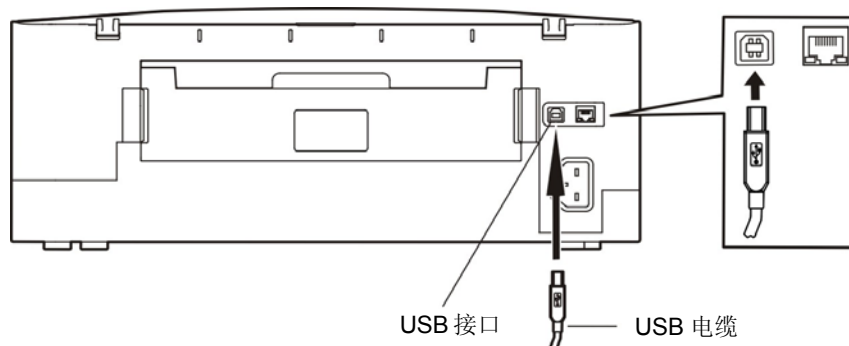
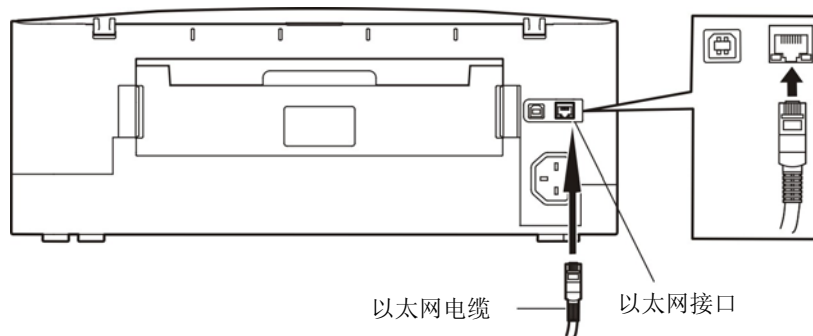

图 2-8 连接 USB 电缆
图 2-9 连接以太网电缆
本喷墨打印机可配置 USB 接口、以太网接口、Wi-Fi（产品的具体接口配置，以实物为准）。请根据需要，把喷墨打印机与计算机相连（如图 2-8 和图 2-9 所示）。
2. 将 USB 电缆的方型插头插进打印机的 USB 接口插座中（如图 2-8 所示）。
将以太网电缆的 RJ-45 插头一端插进打印机的以太网接口插座中，另一端插头连接到局域网的接入端（如图 2-9 所示）。